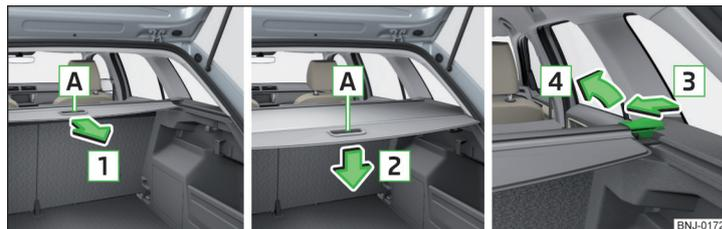

Fig. 97 Tampa enrolável: puxar para fora / enrolar / retirar
- ▶ Para **puxar para fora**, segurar a cobertura pelo manípulo **A** e puxe-a no sentido da seta **1** até ao batente, até que esta engate de forma audível » Fig. 97.
- Para montar, retirar a tampa da bagageira enrolável » Fig. 97 na página 80 ou rebater os encostos dos bancos traseiros para a frente » Página 64.